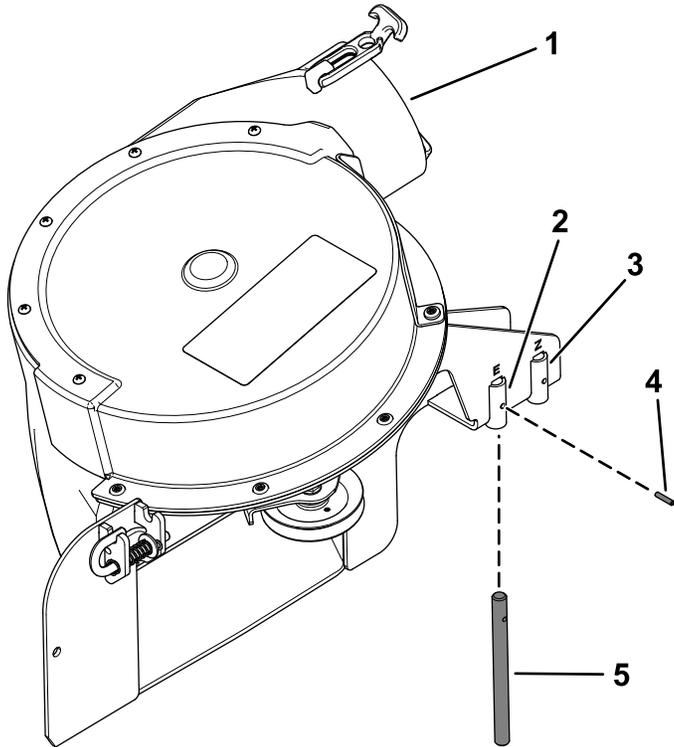

Figura 40
Compruebe que el pasador de giro está colocado en el conjunto del soplador en la posición correcta (Figura 40).
- Si tiene una carcasa de corte de 122 cm o 132 cm, instale el pasador de giro en el taladro delantero (Figura 40).
- Si tiene una carcasa de corte de 152 cm, instale el pasador de giro en el taladro trasero (Figura 40).